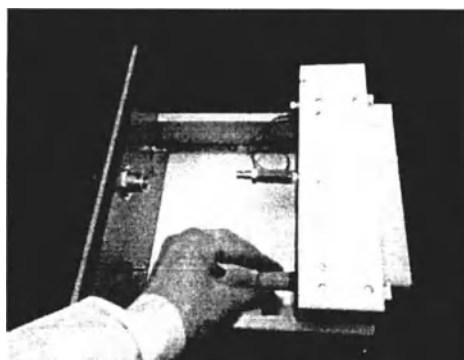

Рисунок 74
3.6.44 Отвинтить воздушный фильтр из блока вентилятора (рисунок 74).